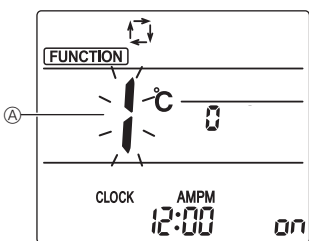

Fig. 6-10
1. กดปุ่ม * ① เพื่อหยุดการทำงานของเครื่องปรับอากาศ
2. กดปุ่ม MENU ② หน้าจอการตั้งค่าฟังก์ชันจะแสดงขึ้น และหมายเลขฟังก์ชัน Ⓐ จะกะพริบ (Fig. 6-10) กดปุ่ม \uparrow ④ เพื่อเปลี่ยนหมายเลขฟังก์ชัน